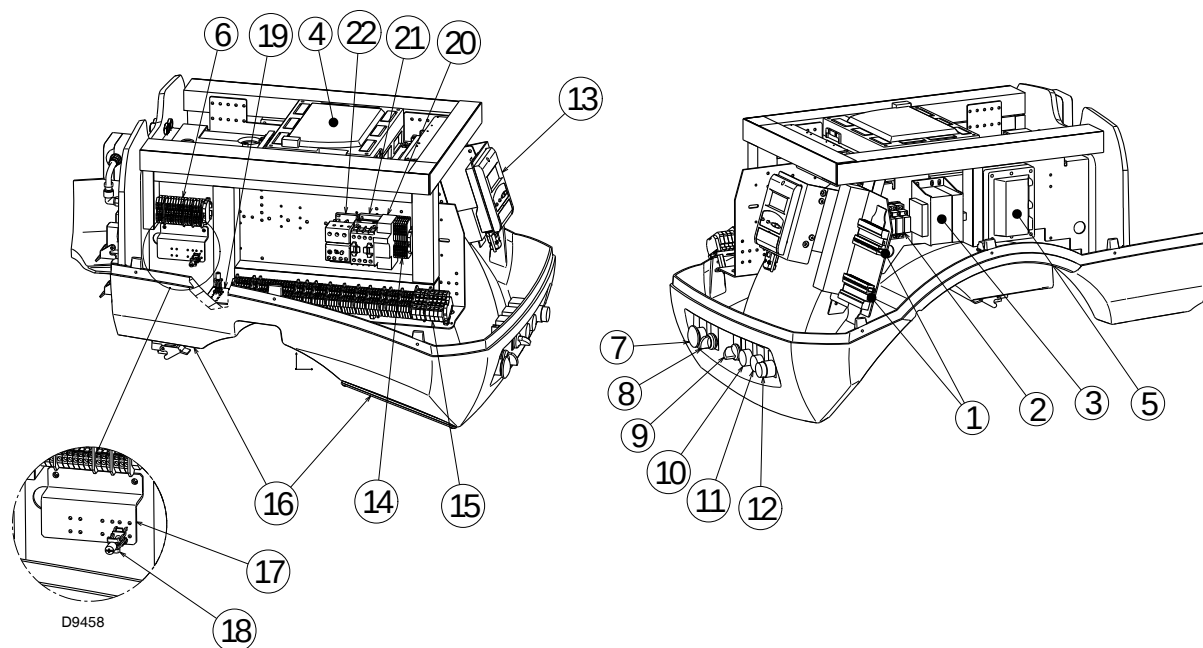

Fig. 6
- **Blocage boîte de contrôle :** l'allumage du bouton-poussoir (led rouge) du boîte de contrôle 12)(Fig. 6) signale que le brûleur s'est bloqué.
Pour le débloquent appuyer sur le bouton 12) (Fig. 6).